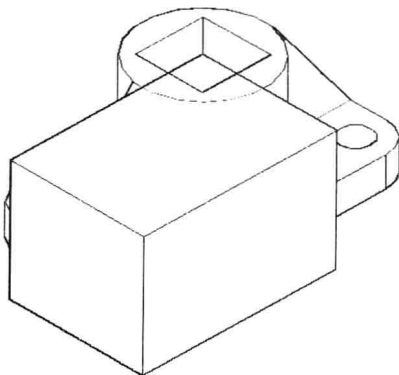

图 9-6-13
(21) 选择菜单命令“绘图/建模/长方体”, 捕捉并单击圆柱体顶面的圆心, 确定长方体的一个角点, 单击另一点确定平面, 向下移动光标并单击, 创建长方体, 如图 9-6-13 所示。